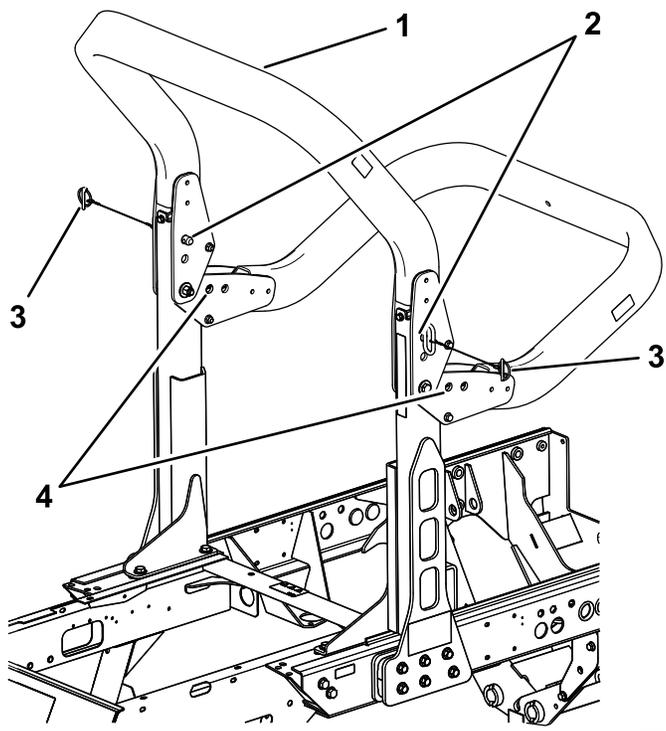

Рисунок 62
2. Поддерживайте верхнюю раму, когда снимаете шпильки и шпилькуемые штифты с кронштейнов осей поворота (Рисунок 62).